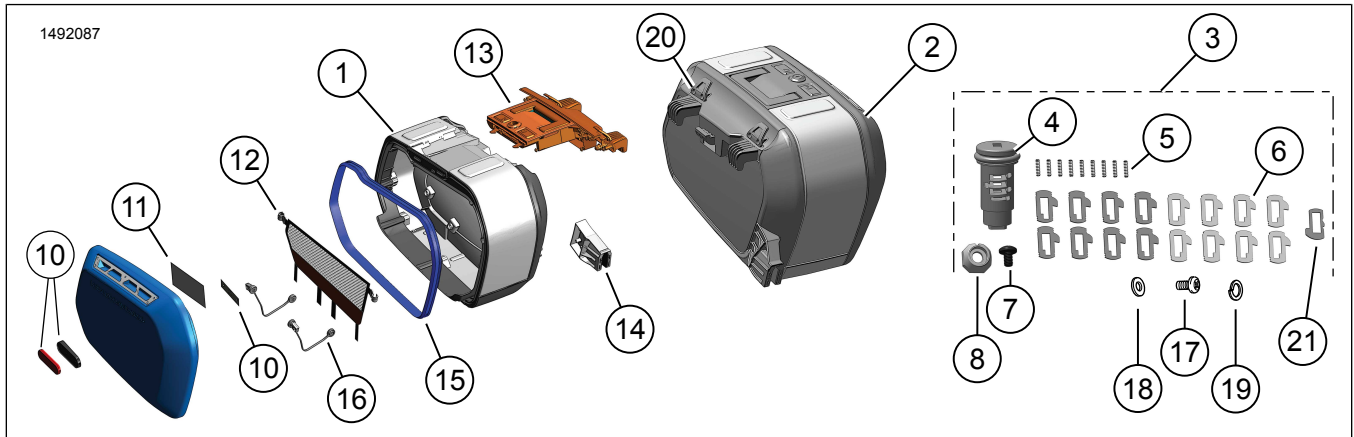
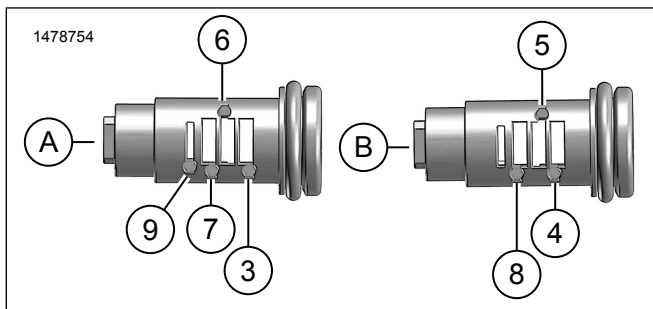

Figure 1. Contenu du kit : Sacoche amovibles
Figure 4. Emplacements d'installation des ressorts et culbuteurs (Typique)
- Figure 4 Installer les ressorts de culbuteur (5), voir Figure 1, dans les trous des postes 3, 6 et 7 sur le côté (A) du sous-ensemble cylindre.
- Figure 4 Installer les culbuteurs (6), voir Figure 1, n° 11-14 dans les postes 3, 6 et 7 selon les numéros de culbuteurs déterminés dans Tableau 3 .
- Figure 4 Installer les ressorts de culbuteur (5), voir Figure 1, dans les trous des postes 4, 5 et 8 sur le côté (B) du sous-ensemble cylindre.
- Figure 4 Installer les culbuteurs (6), voir Figure 1, n° 21-24 dans les postes 4, 5 et 8 selon les numéros de culbuteurs déterminés dans Tableau 3 .